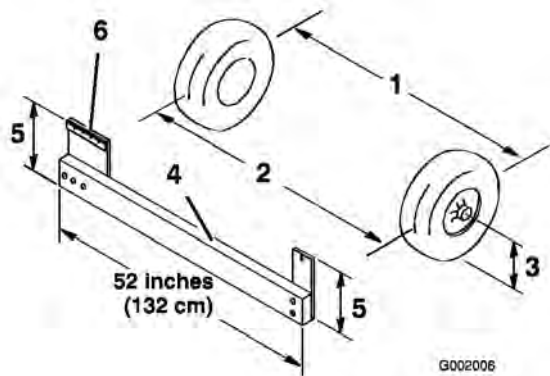

Figura 57
4. Mida la distancia entre los neumáticos delanteros a la altura del eje, en la parte delantera y trasera de las ruedas (Figura 57). Es necesario utilizar una plantilla para medir la distancia entre la parte trasera de las ruedas delanteras a la altura del eje. Utilice la misma plantilla para medir con precisión la parte delantera de las ruedas delanteras a la altura del eje (Figura 57).